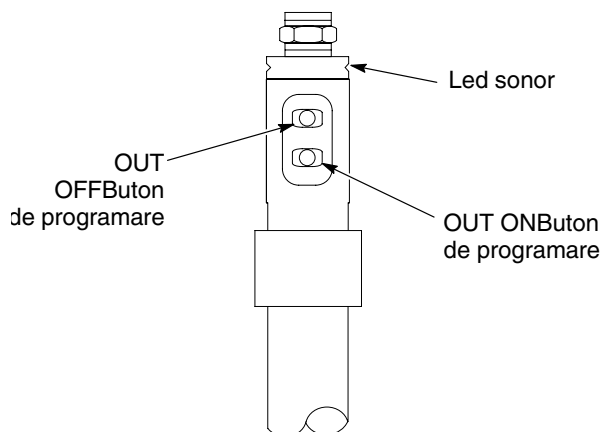

Figura 4-12 Programarea tijei senzorului de nivel cu două butoane
3. A se vedea Figura 4-12. Apăsăți butonul de programare OUT OFF până când ledul este intermitent lent galben.
2. A se vedea Figura 4-12. Apăsăți butonul de programare OUT ON până când ledul trece de la intermitent lent la intermitent rapid.